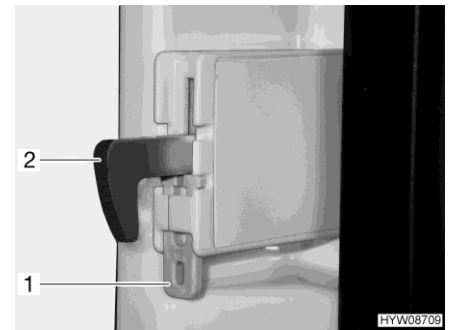

Bild 188 Fixierung (Verriegelungshaken)
- Verriegelungshaken fixieren:** ■ Die Fixierung (Bild 188,1) nach oben drücken. Der Verriegelungshaken (Bild 188,2) wird nach oben gedrückt und ist außer Funktion.
- Verriegelungshaken lösen:** ■ Den Verriegelungshaken (Bild 188,2) nach unten drücken. Der Verriegelungshaken ist wieder in Funktion.